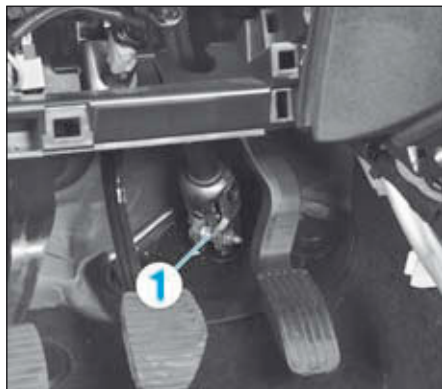

FIG.7
- Déposer le boulon (1) et désaccoupler la colonne de direction du boîtier de direction (Fig.7).